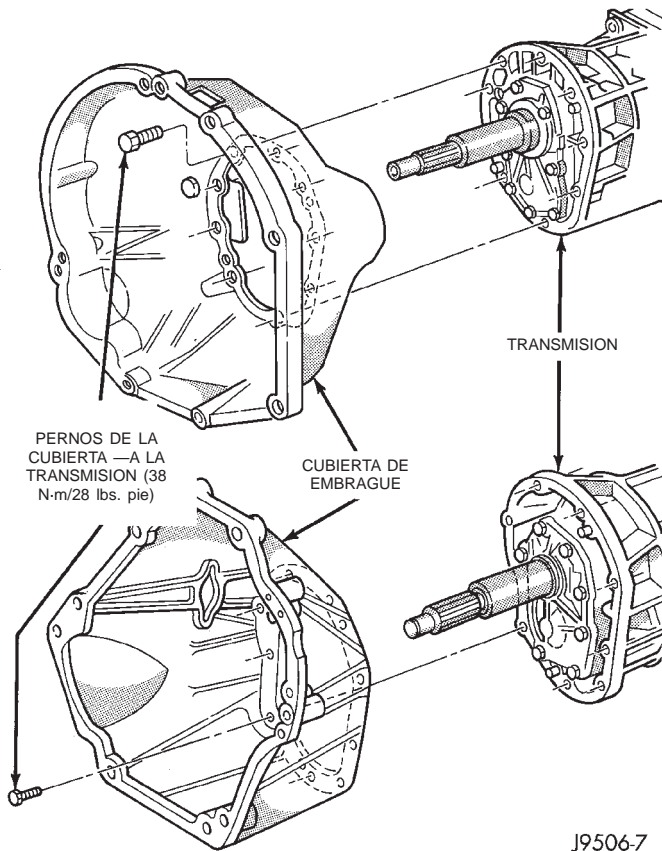

Fig. 9 Cubierta de embrague
- (24) Retire la varilla de refuerzo de la cubierta del embrague.
- (25) Retire los pernos que fijan la cubierta del embrague al motor.
- (26) Tire del gato para transmisiones hacia atrás hasta que el eje impulsor se separe del embrague. Después retire la transmisión por debajo del vehículo.
- (27) Retire el cojinete de desembrague, la horquilla de desembrague y el collarín de retención.
- (28) Retire la cubierta del embrague de la transmisión (Fig. 9).
(3) Instale el cojinete de desembrague, la horquilla y el collarín de retención.
(4) Emplace y asegure la transmisión sobre el gato para transmisiones.
(5) Lubrique ligeramente el cojinete de guía y las estrías del eje impulsor de la transmisión con grasa para alta temperatura Mopar®.
(6) Eleve la transmisión y alinee el eje impulsor de la transmisión y las estrías del disco de embrague. Después deslice la transmisión en su sitio.
(7) Instale y apriete los pernos que unen la cubierta del embrague al motor con una torsión de 38 N·m (28 lbs. pie). (Fig. 9) **Antes de apretar los pernos, asegúrese de que la cubierta asiente correctamente sobre el bloque del motor.**
(8) Instale la varilla de refuerzo de la cubierta del embrague.
(9) Baje la transmisión aproximadamente 7–8 cm (3 pulg.) para acceder a la torre de cambios. Asegúrese de que la transmisión esté en primera o tercera velocidad.
(10) Por la parte superior y rodeando la transmisión, inserte la palanca de cambios en la torre de cambios. Presione hacia abajo el retén de la palanca y gírelo hacia la derecha para trabarlo en su sitio.